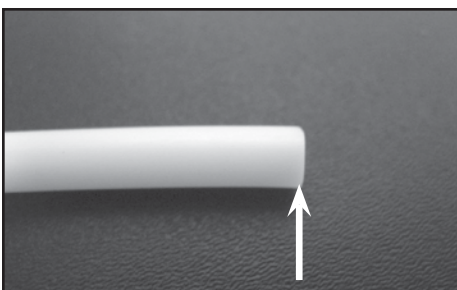
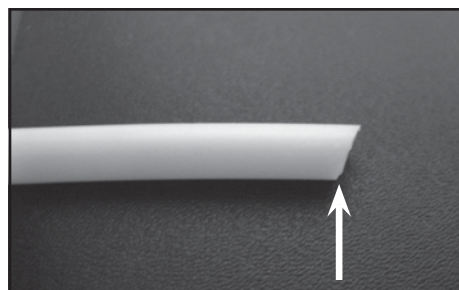
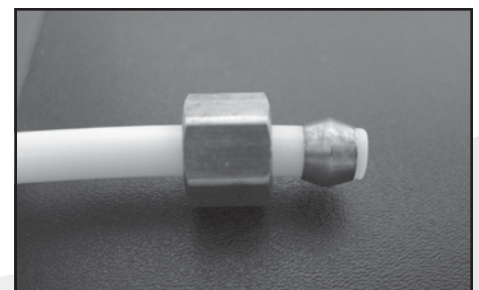

Fig. 1 (correcto)
Fig. 2 (incorrecto)
Fig. 3
7. El dispensador de agua incluye 8 metros (26 pies) de  $\frac{1}{4}$ " OD línea de agua flexible. Si se necesita una línea de agua adicional, se puede comprar en su ferretería local. Cortar la longitud deseada para satisfacer sus requisitos de instalación, asegurándose de que ambos extremos de la línea de agua se corten recto / cuadrado (ver fig. 1 y fig. 2). Retire la tuerca de compresión y el anillo de compresión de la válvula e instale en la línea de agua (ver fig. 3).